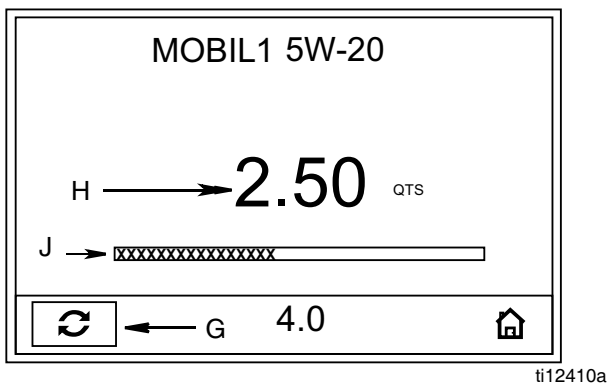

ABB. 25
2. Betätigen Sie für eine Bestätigung der Auswahl die mittlere EINGABE-Taste. Es erscheint nun die Dosierautomatikanzeige (ABB. 25).
Das Material fließt jetzt. Die angezeigte Dosiermenge zählt von oder von der vorher dosierte Dosiermenge an (ABB. 25) und wird in Feld H angezeigt. Eine visuelle Darstellung des Fortschritts des Dosiervorgangs erfolgt auch über den Fortschrittsbalken (J).